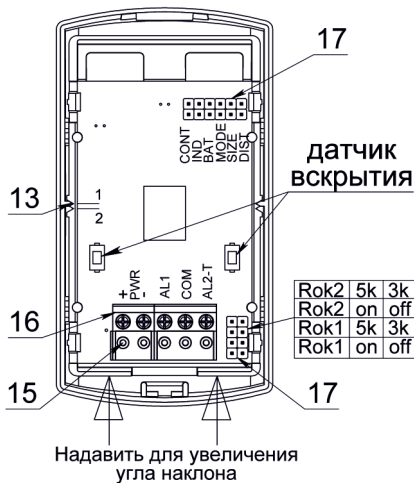

Рис. 5 Плата ИО в крышке.
Для переустановки держателя в положения «2» необходимо с небольшим усилием сдвинуть держатель вверх относительно крышки (рис. 5). Внимание: держатель (4) и линзу (2) не изымать и не переворачивать.
Подсоединить провода питания и ШС к накладной колодке в соответствии с назначением контактов (рис. 5).
Подсоединить колодку к плате (рис. 5). Установить ИО на основание.